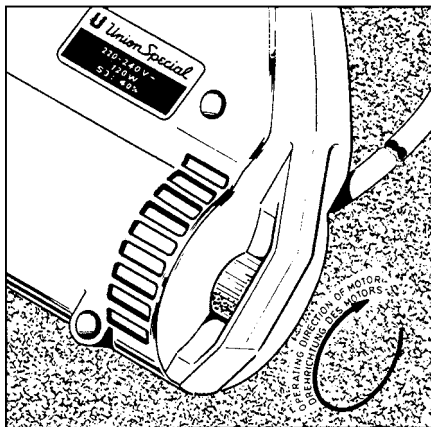
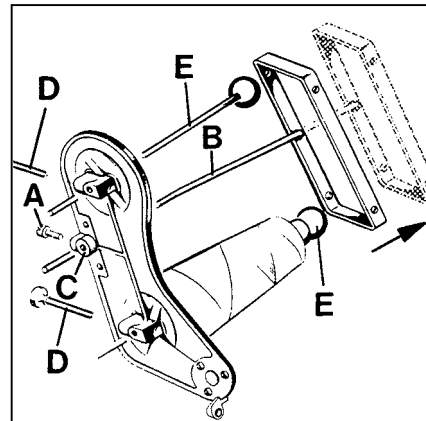
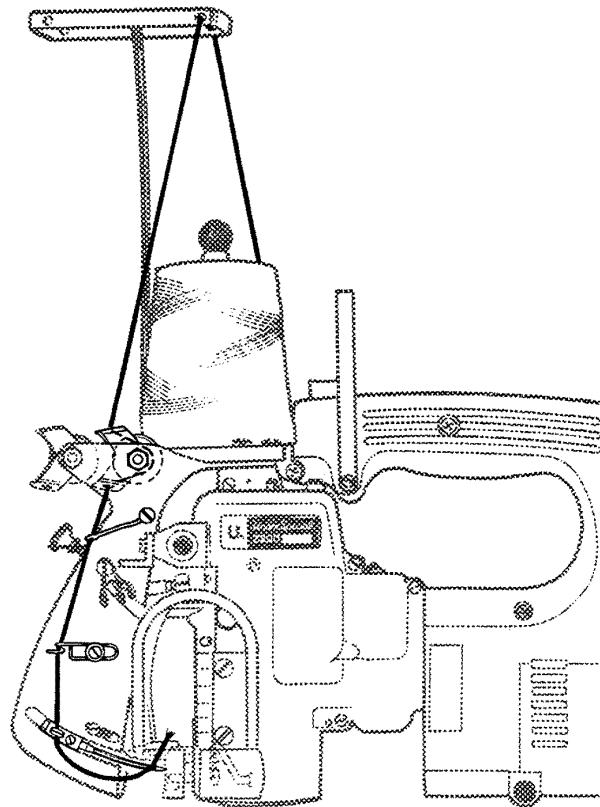

Fig.2
Fig.3
Fig.4
Check by turning the motor handwheel in operating direction (see Fig. 2) if the machine works. A slight resistance will be felt as the feed dog rises. Loosen screw (A, Fig. 3) and set thread rod (B) so that its lower end is flush with the underside of thread cone support (C). Retighten screw (A).
Prüfen Sie durch Drehen des Motor-Handrades in Drehrichtung (siehe Fig. 2), ob die Maschine arbeitet. Beim Hochgehen des Transporteurs wird ein leichter Widerstand spürbar.
Lösen Sie die Schraube (A, Fig. 3), und stellen Sie die Fadenstange (B) so, daß ihr unteres Ende mit der Unterseite des Garnrollenträgers (C) bündig ist. Ziehen Sie die Schraube (A) wieder an. Prüfen Sie die Einfädung der Maschine, Beachten Sie die Einfädanleitung Fig. 4 und den Abschnitt "EINFÄDELN".
Loosen thumb screw(s) (D, Fig. 3) in the thread cone support, pull out the spool pin(s) (E) and remove the empty thread cone(s).
Thread the machine as shown in Fig. 4.
For threading the looper (double locked stitch machines only) open the hinged cover (A, Fig. 4) and turn motor handwheel in operating direction until the needle is in its lowest position below the throat plate. Reclose hinged cover (A) after threading.
The tension (L, Figs. 4 and 13) controls the looper thread and the tension (N) controls the needle thread. Only a slight tension should be applied on the looper thread. The tension applied on the needle thread depends upon the size of the thread and the thickness of the fabric to be sewn and has to be regulated till the machine sews and chains off perfectly.
The presser foot pressure is regulated with the knurled regulating screw (B, Fig. 4).
Lösen Sie die Rändelschraube(n) (D, Fig. 3) im Garnrollenträger, ziehen Sie den (die) Spulensstift(en) heraus und entfernen Sie die leere(n) Garnrolle(n).
Fädern Sie die Maschine wie in Fig. 4 gezeigt ein.
Zum Einfädern des Greifers (nur bei Doppelkettenstichmaschinen) öffnen Sie die Verschußklappe (A, Fig. 4) und drehen am Motor-Handrad in Drehrichtung bis die Nadel in der tiefsten Stellung unter der Stichplatte ist.
Die Spannung (L, Fig. 4 und 13) reguliert den Greiferfaden und die Spannung (N) den Nadelfaden.
Der Drückerfußdruck wird mit der gerändelten Stellschraube (B, Fig. 4) reguliert.
Loosen the screw (D, Fig. 4) for the needle and draw out the needle. Insert the shank of the new needle as far as it will go into the needle seat and with the flat on the shank facing to the front.
Lösen Sie die Schraube (D, Fig. 4) für die Nadel und ziehen Sie die Nadel heraus. Stecken Sie den Kolben der neuen Nadel bis zum Anschlag in den Nadelsitz und so, daß die Fläche am Kolben nach vorne zeigt.